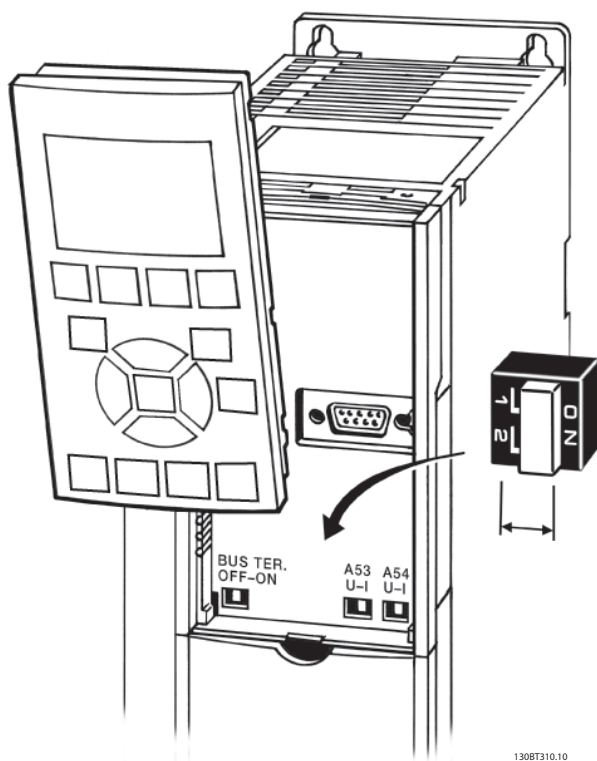

Abbildung 2.26 Lage der Schalter für die Klemmen 53 und 54
- Sie erreichen die Schalter, indem Sie das LCP abnehmen (siehe *Abbildung 2.26*).